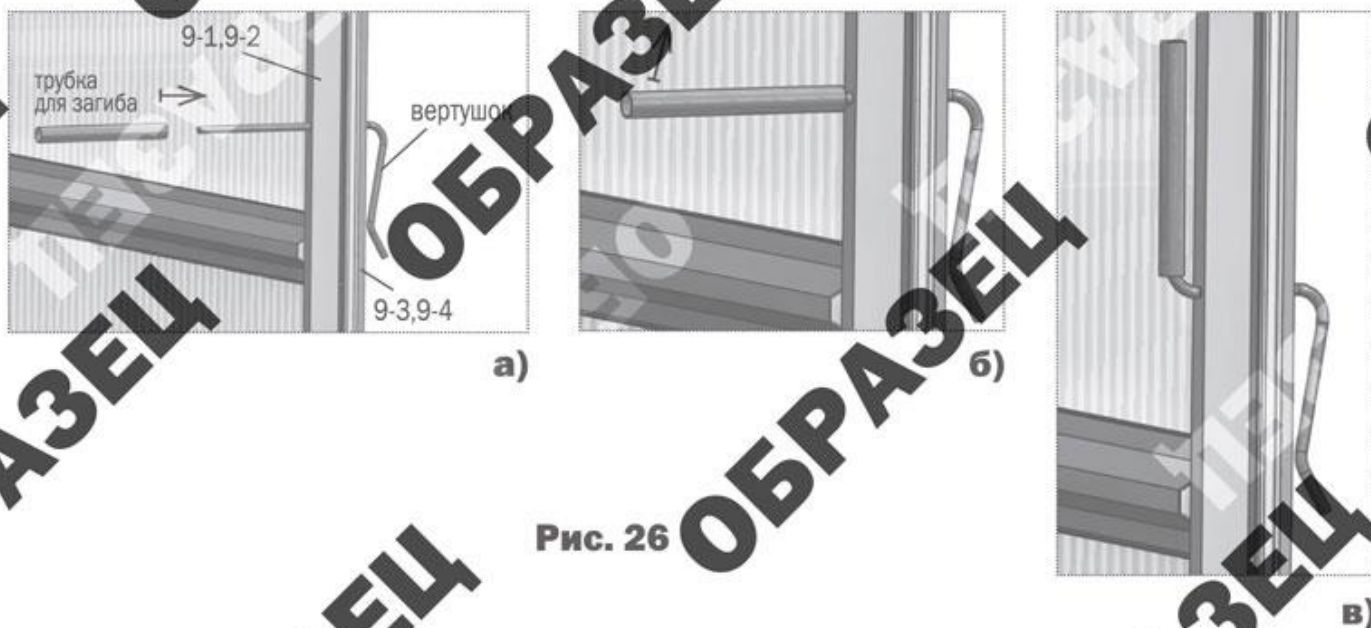

Рис. 26
8. Проволочный вертушок для запирания дверей и форточек вставляется в отверстия стоек дверного проема прямым концом с наружной стороны до упора. С помощью трубки выполняется загиб внутреннего прямолинейного конца рукой вверх (**рис. 26**). Такая конструкция вертушка позволяет упруго прижимать двери и форточки торцов в закрытом состоянии, находясь как снаружи так и внутри теплицы.